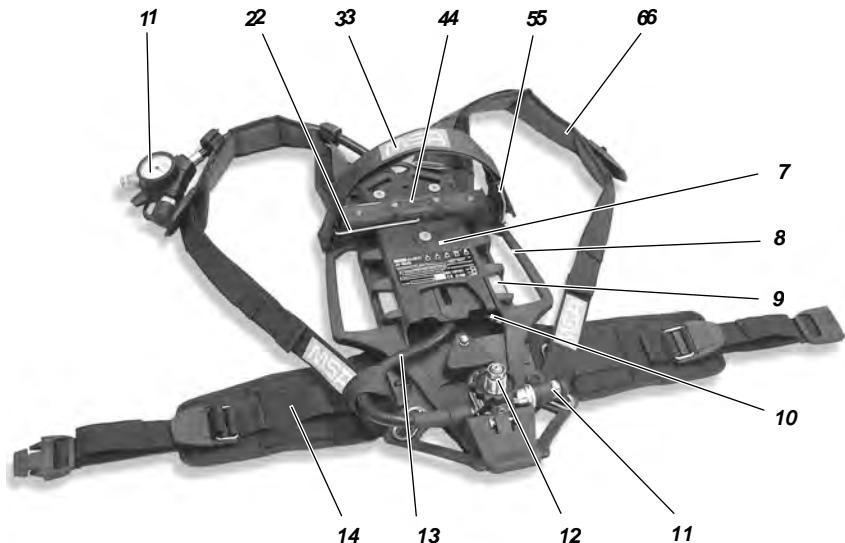

Bild 1 Pressluftatmer AirMaxx SL
- (1) Pressluftatmer waagerecht legen, so dass die Außenseite nach oben zeigt (vergleiche Bild 1).
- (2) Flaschenbügel (2) in waagerechte Position gegenüber der Spannschnalle (5) klappen, so dass er einrastet.
- (3) Dichtung am Druckminderer (12) auf einwandfreien Zustand kontrollieren.
- (2) Flaschenbügel (2) in senkrechte Position klappen, so dass er einrastet.
- (3) Sollte am Druckminderer (12) kein T-Stück montiert sein, Dichtungen am Druckminderer und T-Stück kontrollieren und T-Stück lose anschrauben.